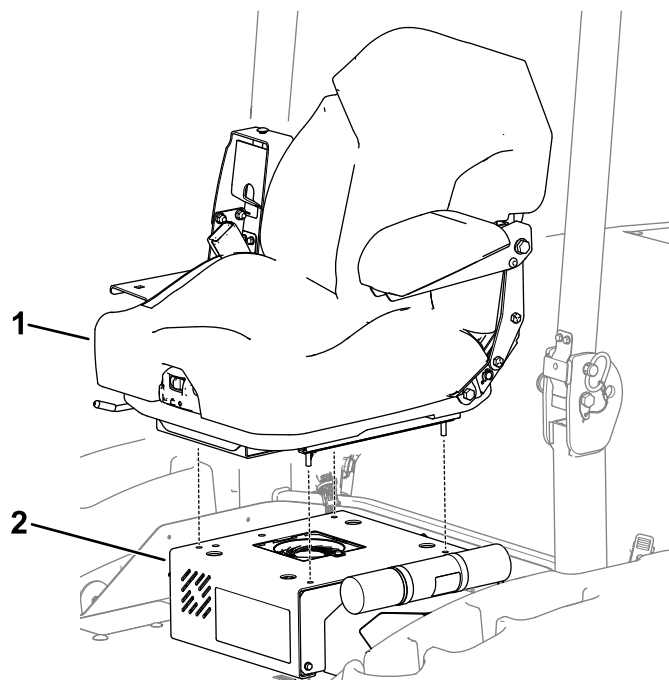

Bild 5
- Groundsmaster e3200 oder e3300 Maschinen dargestellt in Bild 5